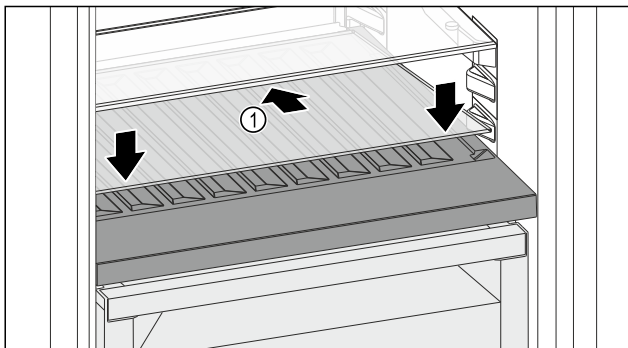

Fig. 182
- ▶ Vendosni pllakën e xhamit *Fig. 182 (1)* pjerrtas, dhe të anuar për poshtë në pjesën prapa.
- ▶ Ulni poshtë pllakën e xhamit *Fig. 182 (1)* përpara.